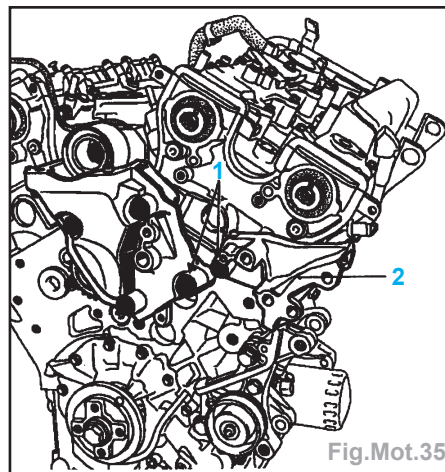

Fig.Mot.35
- les vis (1) et écarter le support (2) (Fig.Mot.35).